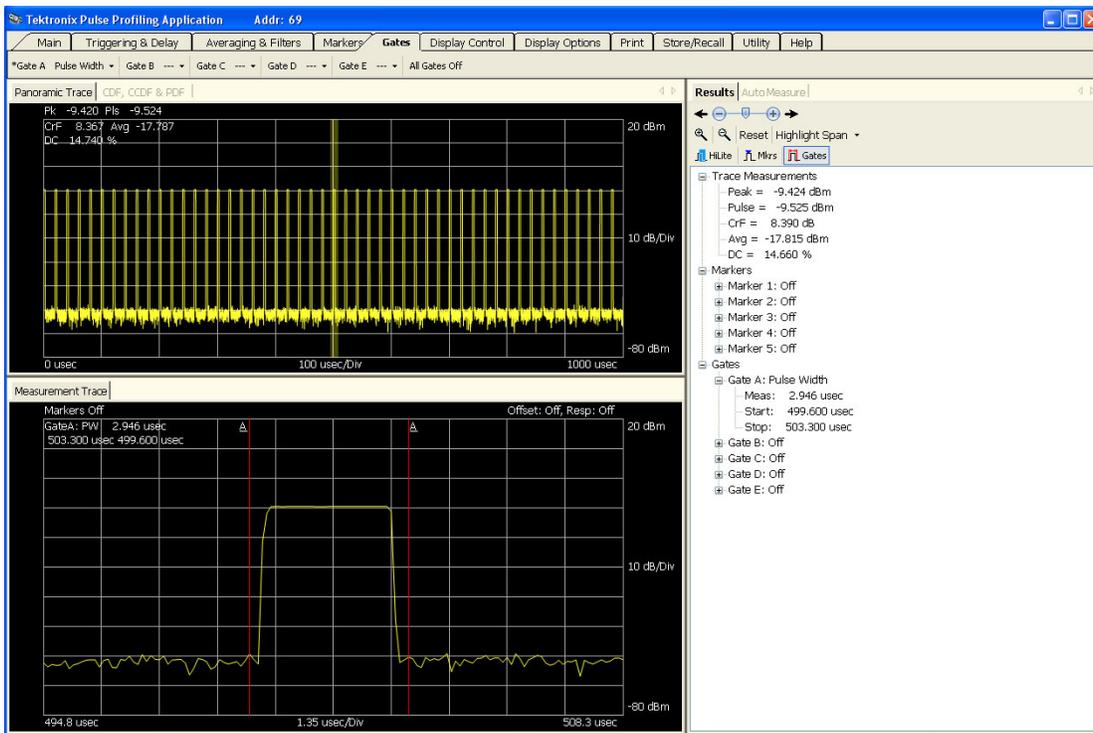

Abbildung 5: Anordnung der Gatter für die Messung
- a. Klicken Sie auf das linke Gatter in dem Fenster „Measurement“ (Messung) und verschieben Sie dieses nach links, bis sich die ansteigende Flanke des Impulses rechts von dem linken Gatter befindet. (Siehe Abbildung 5.)
- b. Klicken Sie auf das rechte Gatter in dem Fenster „Measurement“ (Messung) und verschieben Sie dieses nach rechts, bis sich die abfallende Flanke des Impulses links von dem rechten Gatter befindet. (Siehe Abbildung 5.)